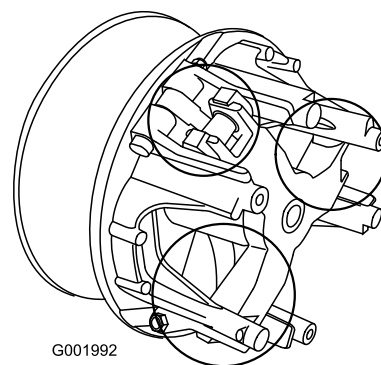

Figure 57
5. Lubrifiez les pièces mobiles aux endroits indiqués par des cercles à la Figure 57 avec du lubrifiant sec en aérosol de marque Toro, disponible auprès des concessionnaires ou distributeurs Toro agréés.